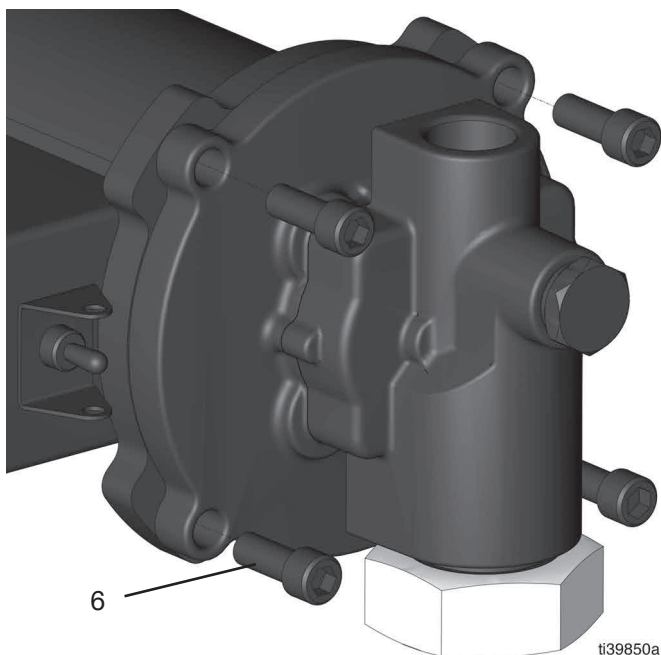

FIG. 7
5. Quite los cuatro tornillos Allen (6) con una llave hexagonal de 8 mm (5/16 pulg.) (FIG. 7).
7. Coloque y apriete los cuatro tornillos Allen (6) con una llave hexagonal de 8 mm (5/16 pulg.) (par de apriete de 27,1 N•m [20 lb-pie]) (consulte la FIG. 7).